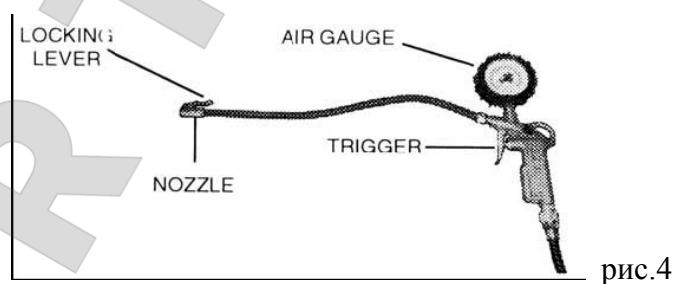

рис.4
- 2) Чтобы накачать шину, вставьте наконечник пистолета для накачки (см. рис.4) в сосок шины при положении запирающего рычажка «UP» («Вверх»). Убедитесь, что сопло плотно обхватывает сосок.